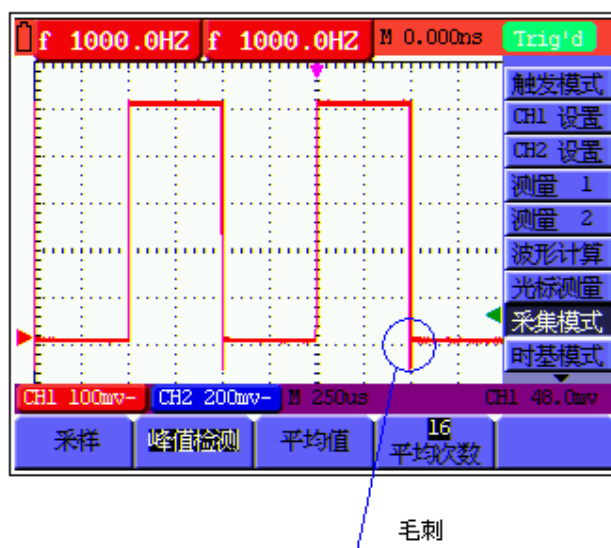

图 16: 峰值检测
- 按 **F2** 键，选择 **峰值检测**。这时你可以测量尖峰脉冲。见图 16：